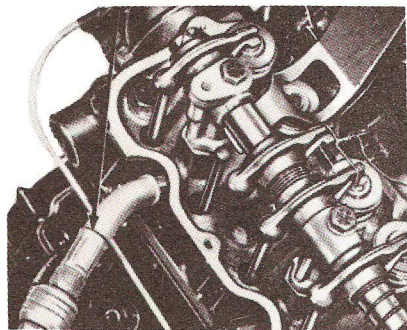

Fig. 15 — Comprimiendo Resorte de Válvula. En el Chasis. Típico
4. Apriete los tornillos de sujeción lo necesario para asentar los soportes en la culata. Empuje el balancín hacia un lado y sujételo con un alambre en esa posición (Fig. 15). Para mover el balancín en cualquiera de los extremos del eje, será necesario quitar el pasador de sujeción y la arandela de presión y deslizar el balancín hacia fuera del eje.
5. Aplique aire a presión. La presión del aire puede hacer girar el cigüeñal hasta que el émbolo quede en el PMI. Utilizando la herramienta para comprimir resortes de válvula que se ilustra en la Fig. 15, comprima el resorte y quite los seguros del retén del resorte, el manguito, el retén del resorte y el resorte de la válvula. Si la presión del aire no mantiene la válvula cerrada durante esta operación, se debe suponer que la válvula no asienta o está dañada; si ocurre esta condición desmonte la culata para una inspección.